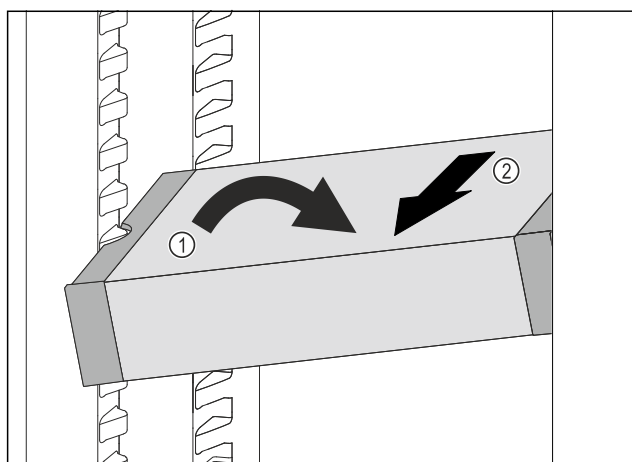

Fig. 116
- VarioSafe postavte v chladničke šikmo. Fig. 116 (1)
- VarioSafe vyberte dopredu. Fig. 116 (2)